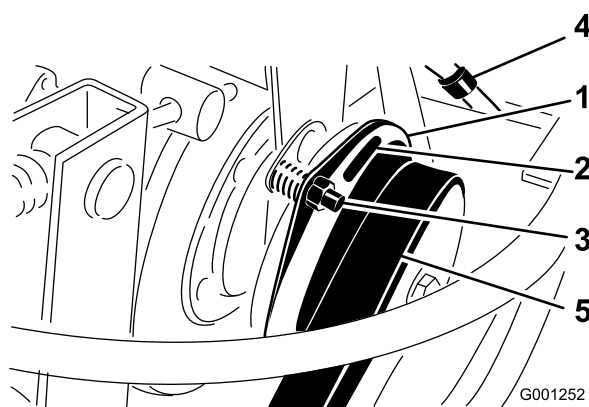

Figura 65
3. Ajuste el entrehierro hasta que pueda deslizar una galga de 0,4 mm entre la guarnición del embrague y la placa de fricción con una ligera presión (Figura 65). El entrehierro puede reducirse girando la tuerca de ajuste en el sentido de las agujas del reloj (Figura 65). El entrehierro máximo es de 0,76 mm. Ajuste las tres distancias entre los electodos.